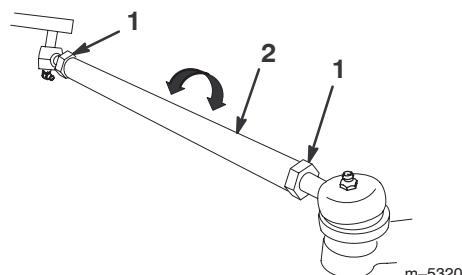

Bild 35
3. Lockern Sie die Klemmmuttern an beiden Seiten der Zugstangen (Bild 35), wenn das Maß nicht im angegebenen Bereich liegt (siehe die Abmessungen und Parameter am Anfang dieses Vorgangs).